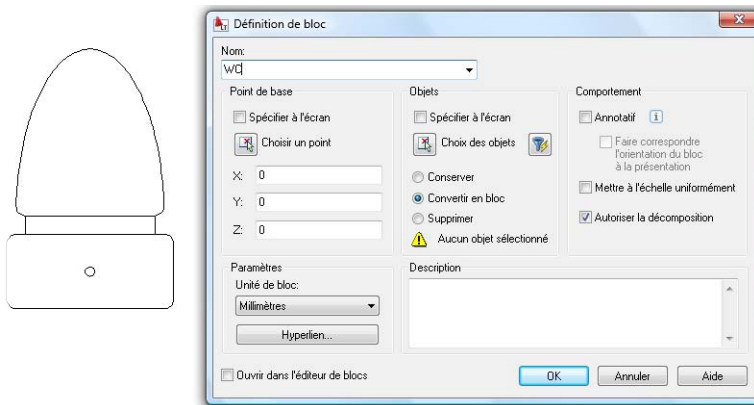

Figure 4.4
2. Transformez maintenant ce dessin en un bloc. Pour cela, cliquez sur l'outil Créer bloc. La Figure 4.4 montre la boîte de dialogue de cet outil.